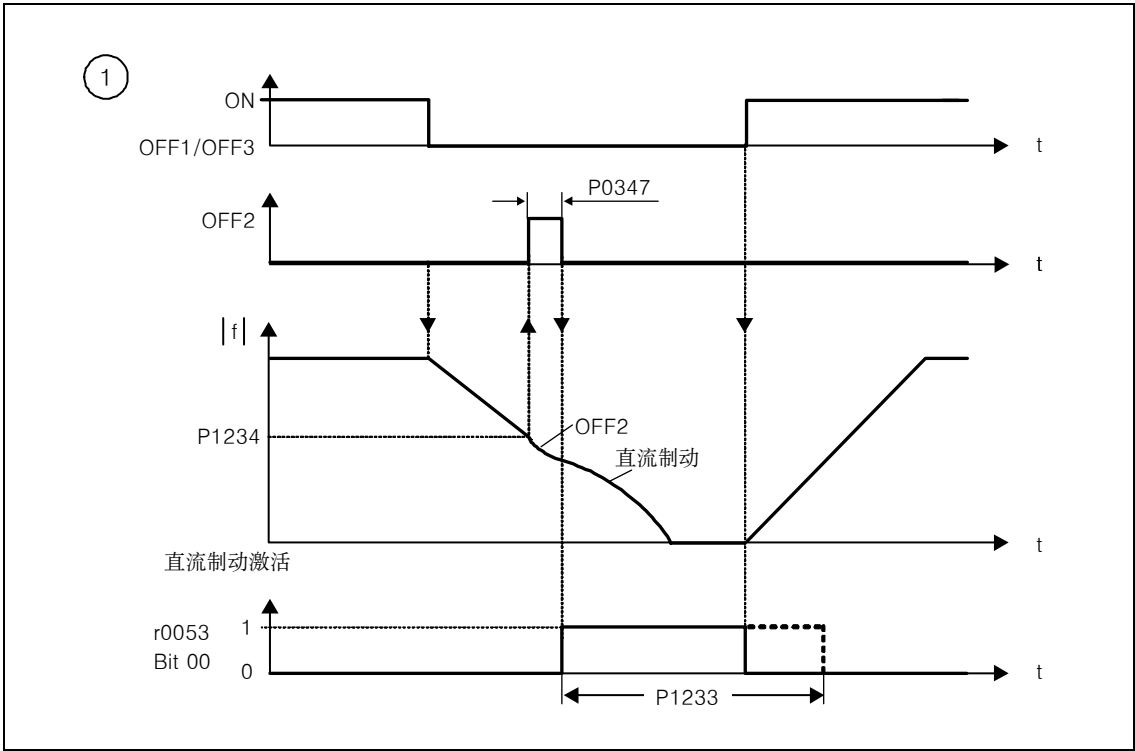

图 3-52 在 OFF1/OFF3 命令之后的直流制动
2. 用 OFF1 或 OFF3 命令激活直流制动(见图 3-52)